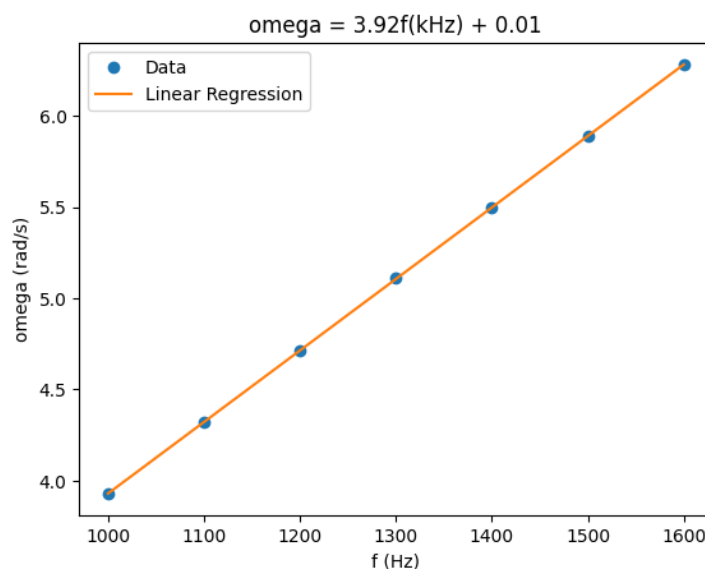

图 3: 步进电机驱动频率相应
3. 多次改变电动机转速  $f$ ，测量相应驱动频率  $\omega$ ，并进行回归，得到结果如图 3， $r = 0.9996$ 。